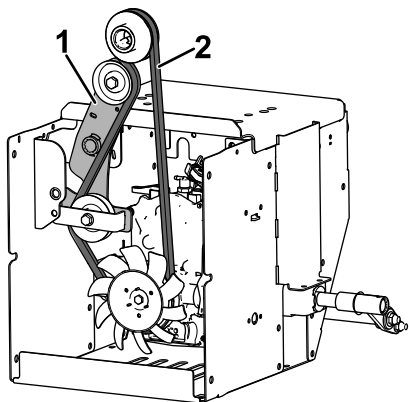

Figura 20
- A. Enrute la correa de tracción alrededor del conjunto de transmisión hidrostática (Figura 20).
- B. Instale las 2 poleas de tracción sobre el cigüeñal y enrute la correa de tracción entre las poleas (Figura 20).
7. **Si se reutiliza la correa de tracción**, dirija la correa tal y como se muestra a continuación (Figura 20).